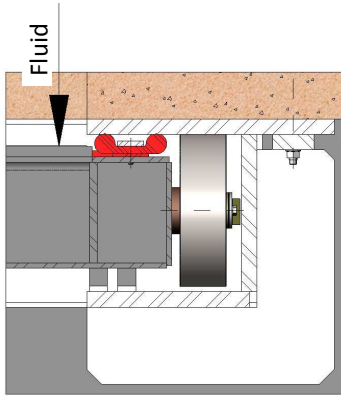
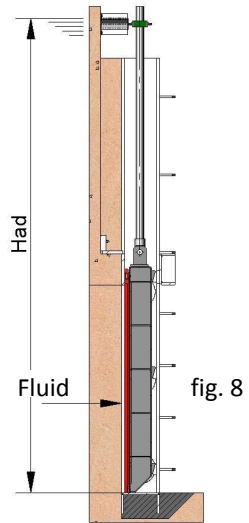

fig. 7
fig. 8
- UNFAVOURABLE UNIDIRECTIONAL: (fig. 7 and fig. 8)